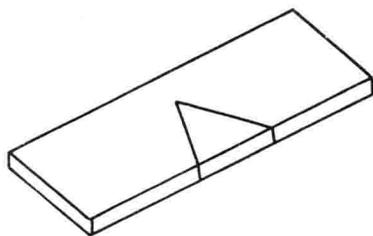

图 1.3
11. 一块平直钢板如图 1.3 所示, 在图中画出加热过程中和冷却后的变形情况。